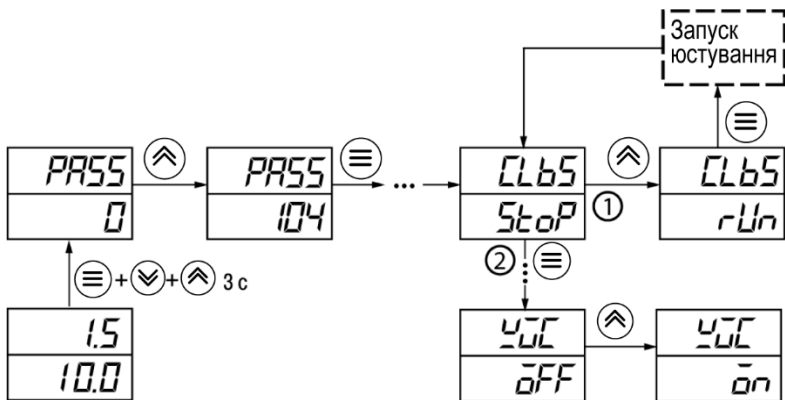

Рисунок 8.6 – Послідовність роботи під час юстування
5. Установити в параметрі $\bar{c}Lb5$ значення rLn і натиснути кнопку , як показано на *рисунок 8.6*.